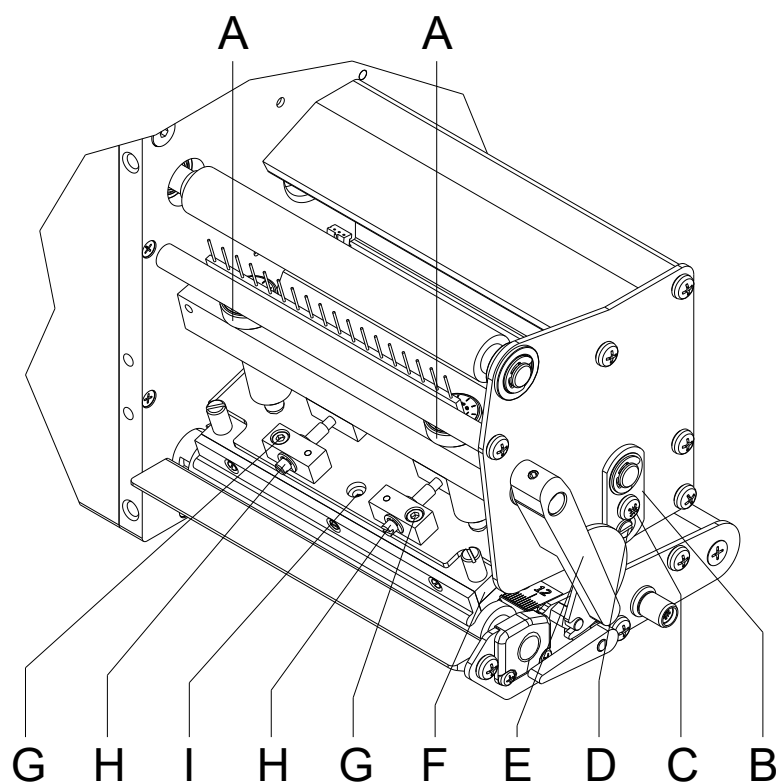

Figura 24
Si tras regular el paralelismo no se consiguiera que la anchura de la impresión fuese regular, se puede igualar con la ayuda de una placa de fijación (B, Figura 24).
1. Afloje el tornillo (C, Figura 24) girándolos aprox. ¼ de vuelta.
2. Gire la clavija excéntrica (D, Figura 24) para ajustar una impresión igualada. Continúe ajustando el cabezal de impresión hasta que la impresión en el text salga igualada.
3. Coloque de nuevo el tornillo (C, Figura 24).
La presión del cabezal puede modificarse con los tornillos (A, Figura 24) en el lado interior y exterior del cabezal, respectivamente. Un aumento de la presión del cabezal lleva en el lado respectivo a un mejoramiento del ennegrecimiento del formato de impresión y a un desplazamiento de la marcha de la cinta en la correspondiente dirección.
1. Gire el tornillo de presión (A, Figura 24) para modificar la presión del cabezal de impresión.
2. Gire el tornillo de presión (A, Figura 24) en el sentido de las agujas del reloj hasta que llegue al tope, se consigue un incremento de presión de 10N respecto al ajuste inicial de fábrica.
3. Gire el tornillo de presión (A, Figura 24) hacia el tope derecho, girándolo en dirección contraria a las agujas del reloj, se obtendrá el valor de regulación de fábrica.